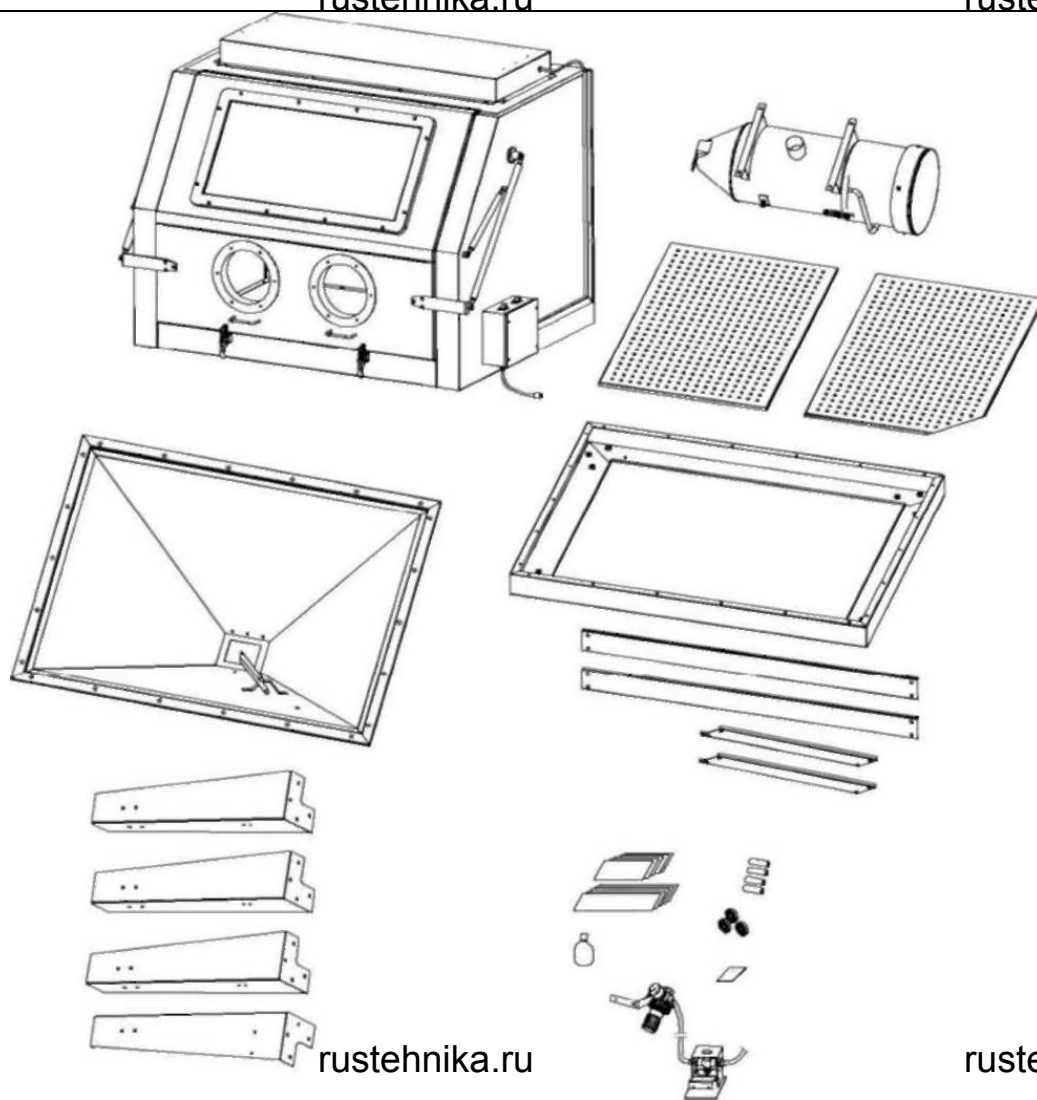

Рис. 6. Элементы камеры.
2.	Разложите элементы камеры в зоне сборки. Рис. 6.